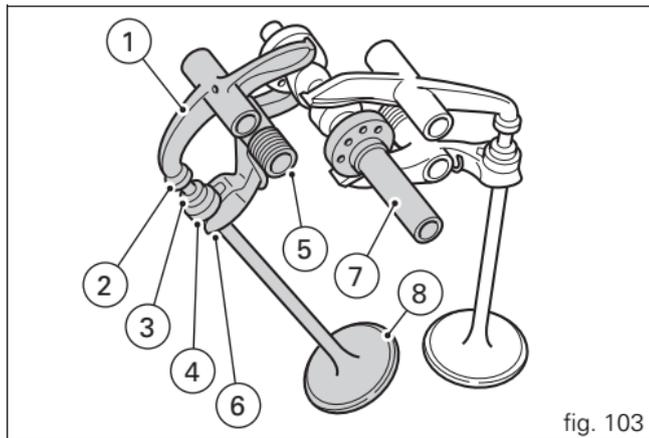

fig. 103
**Schéma de distribution desmodromique** (fig. 103)